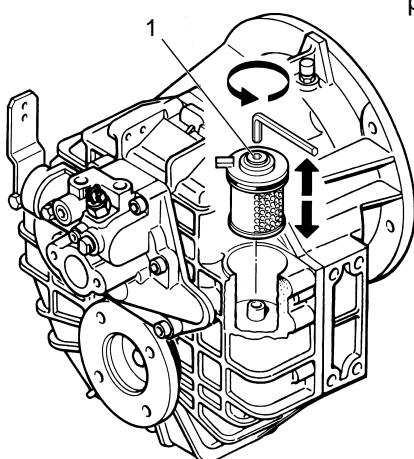

Fig. V-4
- 2.1.1 Turn the screw that fixes the oil filter cover in an anticlockwise direction and remove the filter from its housing (fig. V-4 pos. 1). Use a 6 mm Allen wrench.
- 2.1.1 Ruotare la vite che fissa il coperchio filtro olio, in senso antiorario, ed estrarre il filtro dalla sua sede (fig. V-4, pos. 1). Usare una chiave a «brugola» da 6 mm.
- 2.1.1 Tourner la vis de fixation du couvercle du filtre à huile dans le sens contraire aux aiguilles d'une montre; retirer ensuite le filtre de son emplacement (fig. V-4 pos. 1). Utiliser un clé d'Allen de 6 mm.
- 2.1.1 Girar el tornillo que sujetla la tapa del filtro de aceite, en sentido antihorario, y extraer el filtro. (Fig. V-4, pos.1). Usar una llave Allen de 6 mm.
- 2.1.1 Die Schraube, die den Deckel des Ölfilters befestigt, im Gegen- uhrzeigersinn drehen und den Filter herausziehen (Pos. 1, Bild V-4). Einen Inbus-Schlüssel von 6 mm verwenden.